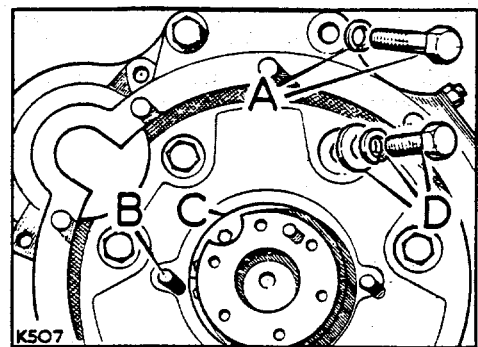

Abb. A1-118. Befestigungen des Schwungradgehäuses
12. Den Dichtring in der Ringnut auf dem Schwungradgehäuse erneuern und das Gehäuse am Zylinderblock anflanschen. Siehe Abb. A1-118.